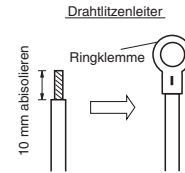

Abb. 5-3
- Das Ende des Kabels mit einem Seitenschneider beschneiden, dann die Isolierung abziehen, um ungefähr 10 mm der Litze freizulegen; danach die Enden der Litze verdrehen. (Abb. 5-3)